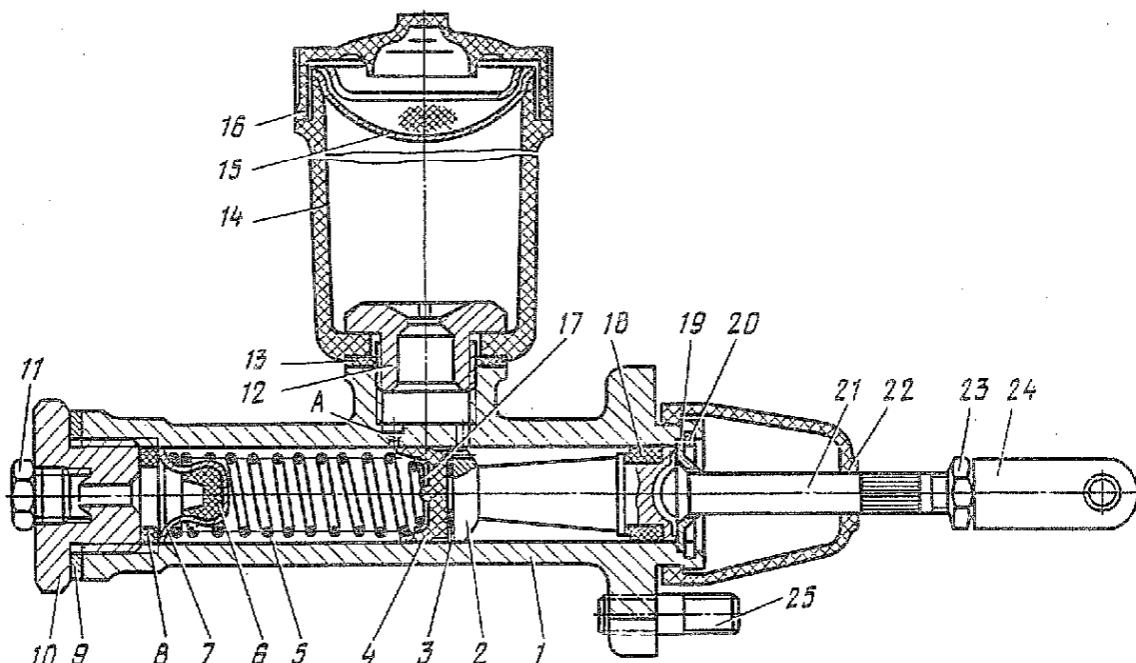

Рис. 199. Главный цилиндр тормоза:
1.1. Снять с корпуса бачка 14 (рис. 199) крышку 16 и сетку 15.
- 3.2. Надеть на поршень 2 (рис. 199) наружную манжету 18 плоской стороной к заднему торцу поршня (отвертка 150×0,5).